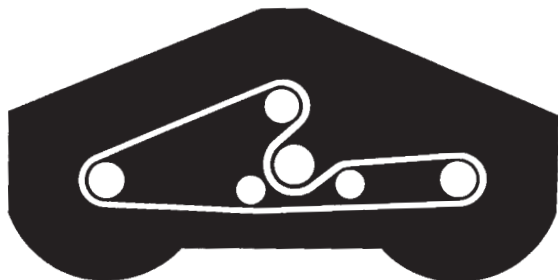

Bild 23
5. Verlegen Sie den neuen Riemen um die Spindelscheiben und um die Spannscheibengruppe, siehe Bild 23.